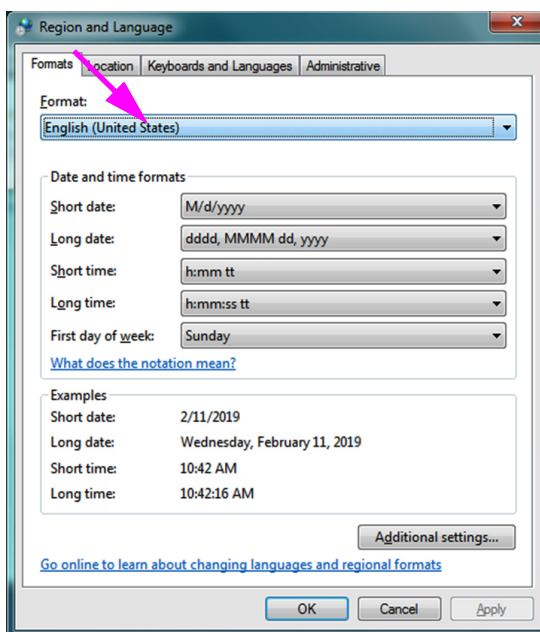
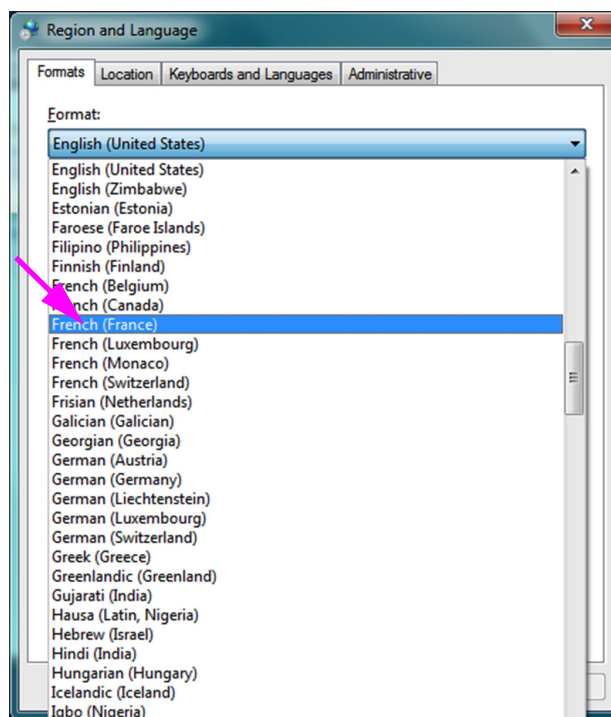

Figura C-3. Finestra Region and Language (Paese e lingua), scheda Formats (Formati)
Figura C-4. Schermata Area geografica e lingua (Region and Language) - menu a discesa
5. Viene visualizzata la finestra Region and Language (Paese e lingua). Vedere la Figura C-3.
6. Nella casella di riepilogo **Formato: (Format:)** è selezionata l'opzione **Inglese (Stati Uniti) [English (United States)]**. Fare clic sull'elenco a discesa (vedere la Figura C-3 e la Figura C-4) delle selezioni disponibili per la lingua. Scorrere l'elenco per individuare la lingua desiderata e selezionarla.